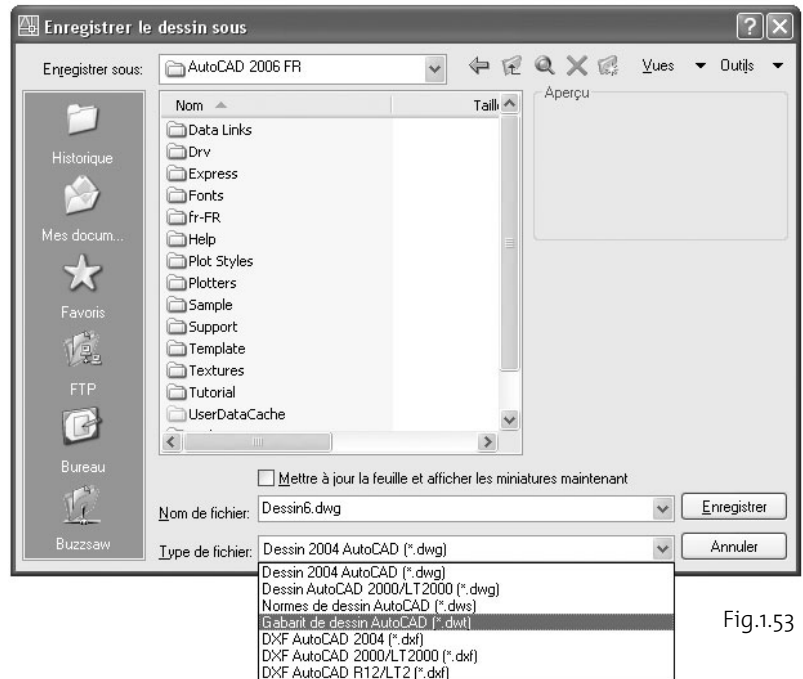

Fig.1.53
- [3] Dans le champ **Type de fichier** (File of type) sélectionnez l'option **Gabarit de dessin AutoCAD (*.dwt)** (AutoCAD Drawing Template (.dwt)) (fig.1.53).